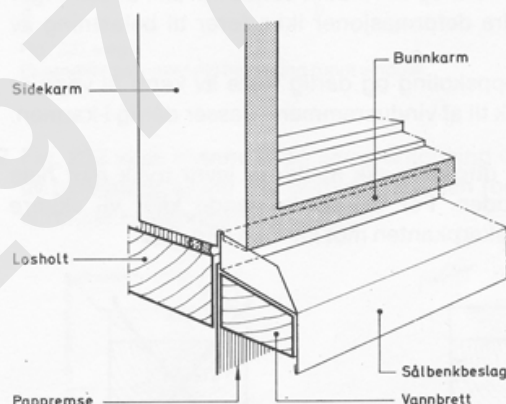
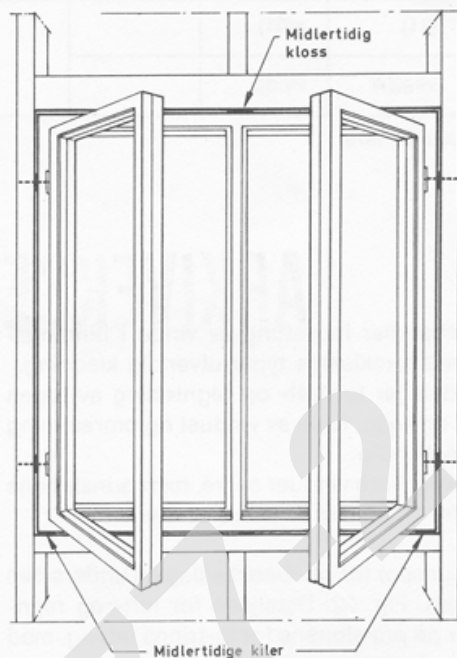

Fig. 03
Fig. 213
- 03 Når sålbenkbeslaget føres i spor under bunnkarmen, begrenses vinduets plasseringsmuligheter i vegg. Sporet under karmen må ikke ligge innenfor det luft-tette sjiktet i vegg. Se fig. 03.
- 04 Det vises til Bygghetallblader i (21)-serien for utførelse av bindingsverk og til (31)-serien for vindusdetaljer.
213 Fig. 213 viser montering av vindu. Under vindusoverdekningen eller over karmens midtpunkt plasseres midlertidig en kloss med den tykkelse som gir vinduskarmen riktig høyde. Vinduet settes inn omtrent midt i åpningen og presses opp mot overdekningen ved hjelp av kiler under sidekarmene. Med kilene reguleres underkarmen i vater. Karmens sider justeres i lodd og i riktig plan i forhold til veggliv. Vinduet plasseres i vegg slik at sporet under bunnkarmen ikke kommer innenfor veggens vindtettende sjikt. Se fig. 03 og pkt. 22.